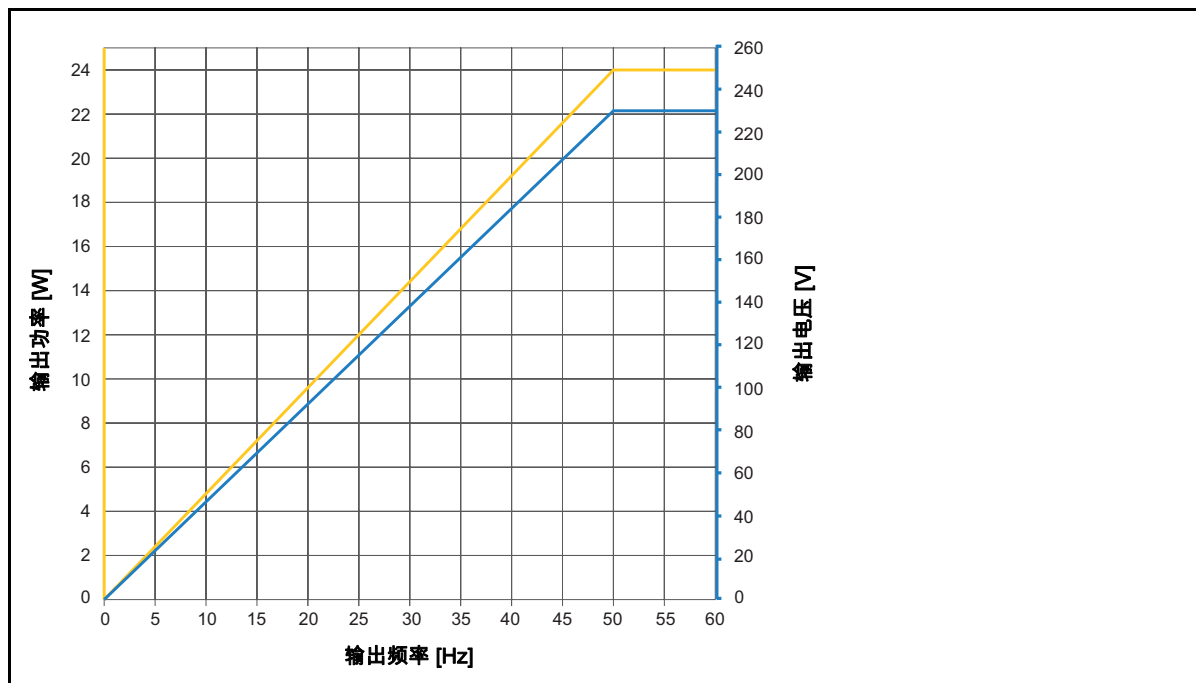

图 15-5：减额输出功率和输出电压 $3 \times 230 V_{RMS}$
3. 参见第 210 页的图 15-5：“减额输出功率和输出电压 3 × 230 V_{RMS}”